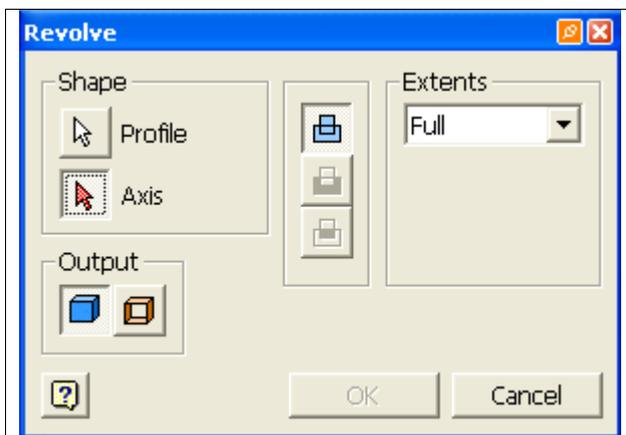

Рис. 6. Диалоговое окно *Revolve*.
1. При выборе команды **Revolve** , открывается диалоговое окно **Revolve** (рис. 6). 2. Область вращения подсвечивается голубым светом. Так как на данном этапе работы мы имеем только один эскиз, то он автоматически выбирается в качестве области для вращения. Область вращения, это та область, которая при вращении вокруг какой-либо оси образует твердотельный объект.